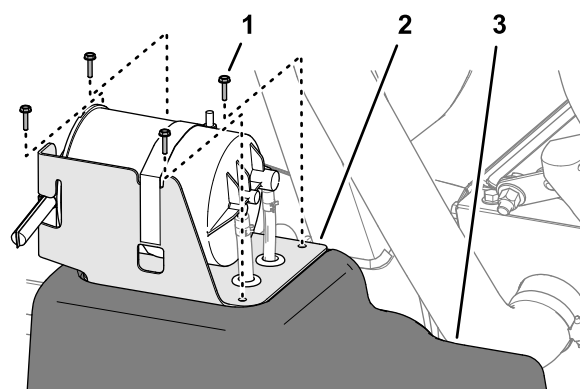

Figura 89
6. Monte el soporte en el depósito (Figura 89) con los 4 tornillos (Nº 10 x ¾").